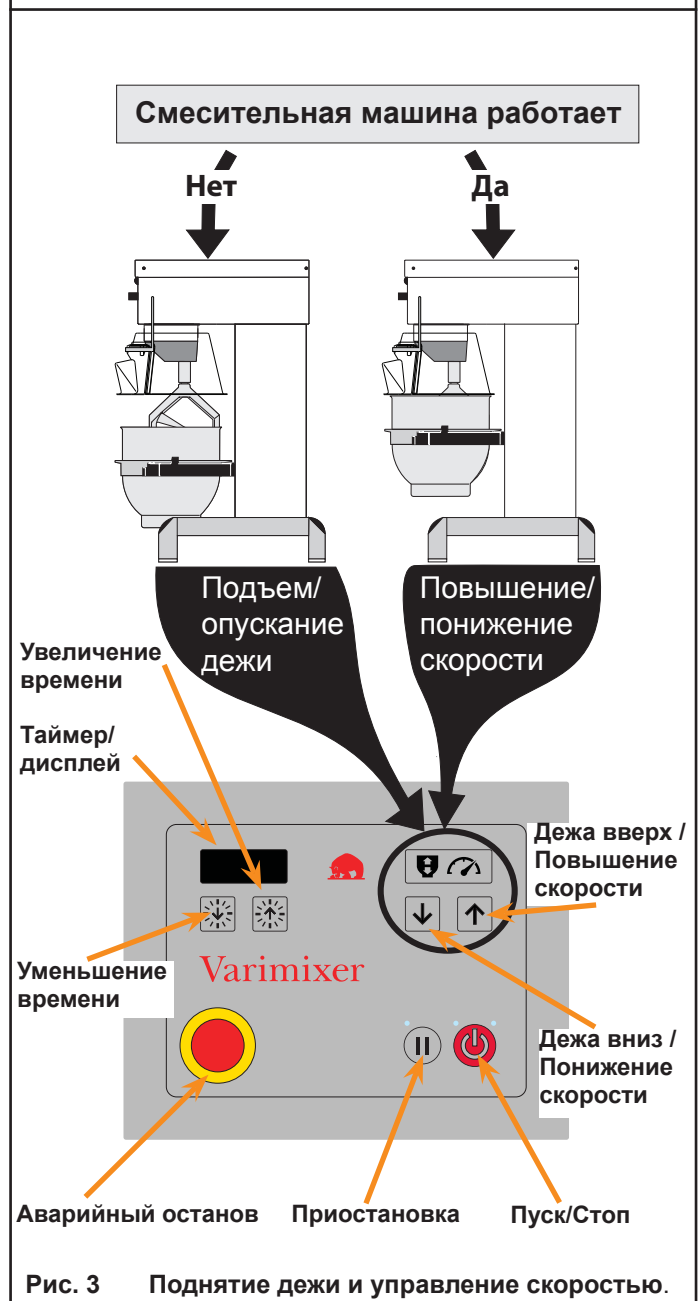

Рис. 3 Поднятие дежи и управление скоростью.
- C** Нажмите , чтобы поднять дежу (**Рис. 3**). Дежа автоматически остановится в этом положении.
- E** Нажмите , чтобы запустить смесительную машину (**Рис.3**).
Пульт управления смесительной машиной снабжен двумя кнопками:  и , каждая из которых выполняет две функции (**Рис.3**):
- Разблокируйте кнопку аварийного останова (Рис. 3), повернув ее против часовой стрелки, или закройте защитное ограждение.